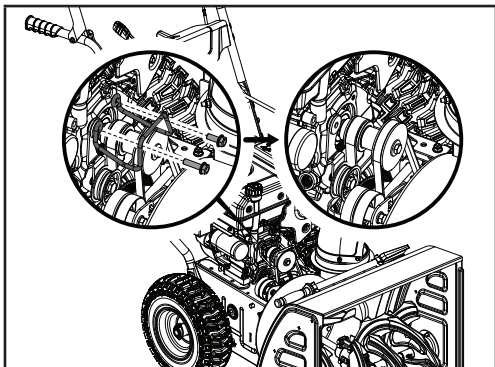

Figure 30
- Retirez les 2 boulons (20 mm / 30 mm) qui retiennent le protège-courroie (figure 30). Il est à noter que le ressort n'est pas tendu à ce stade-ci.